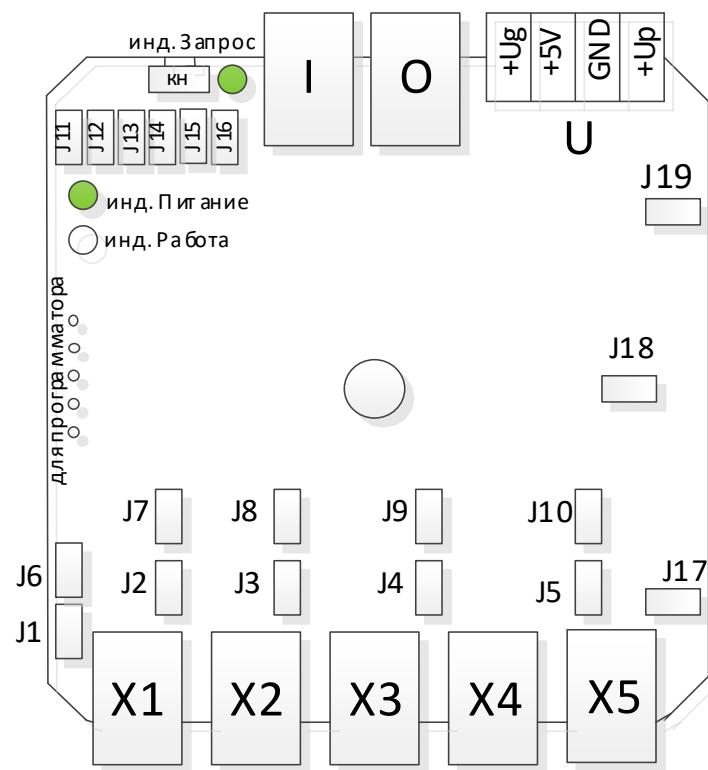
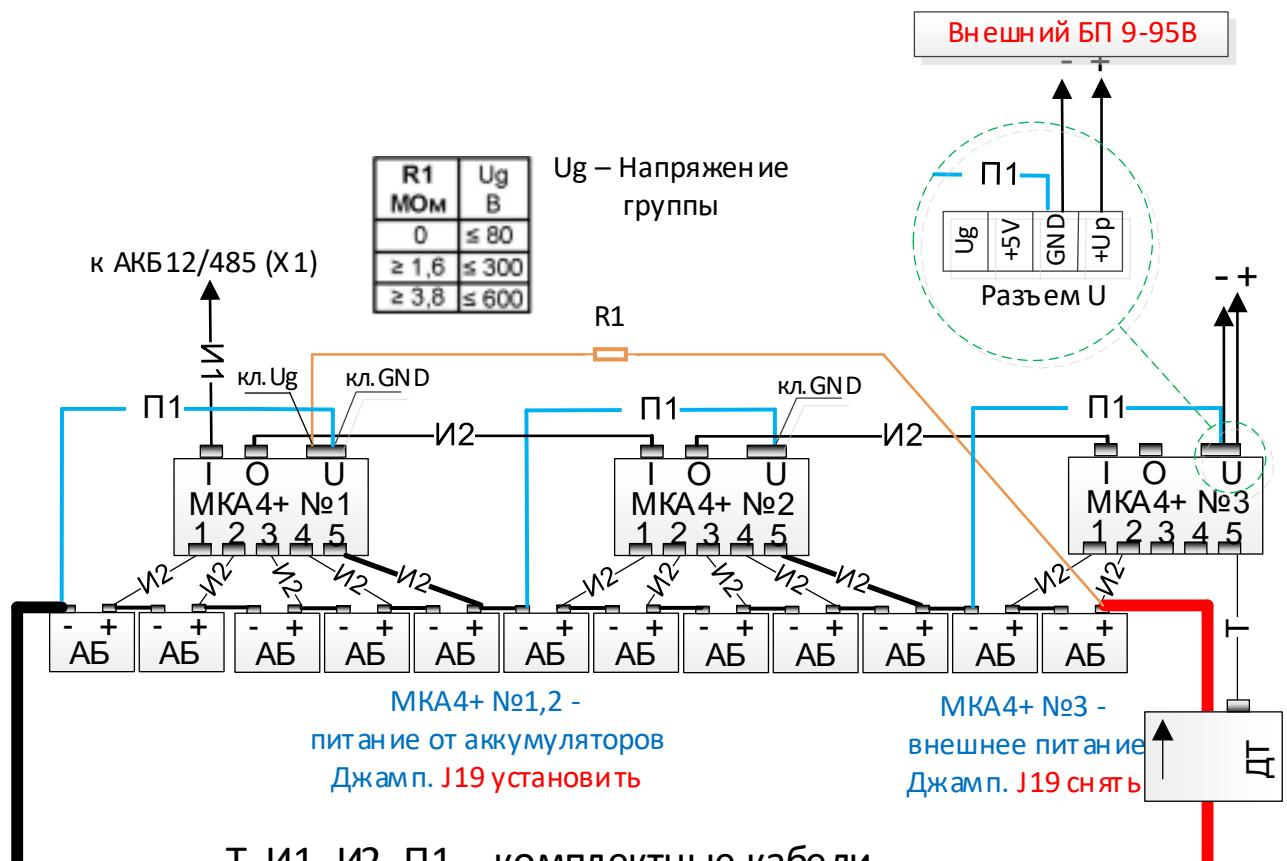

Рис.5 Размещение функциональных элементов на плате МКА4+
Рис. 6. Обобщенная схема внешних соединений МКА4+
На рис.6 приведена обобщенная для всех типов АБ (по напряжению) схема подключения. Жирными линиями выделены кабели И2 и П1, по которым подается питание на МКА4+, подключаемые обязательно и в первую очередь.
Датчики тока, как наиболее энергопотребляющие и сильнее влияющие на разбалансировку АБ, подключаются к специально выделенному МКА4+, который должен получать питание от ЭПУ или от внешнего источника питания. (Пока в ПО и web-интерфейсе реализовано подключение только одного ДТ на вход X5. См. рис.6 МКА4+ №3) Датчики тока не имеют гальванической связи с силовой цепью, в которой замеряется ток. Поэтому они могут включаться как в «плюсовую», так и в «минусовую» шину. На корпусе датчика нанесена стрелка, указывающая направление тока вшине, протекающей от точки с высшим потенциалом в сторону низшего, которое принято, как положительное и соответствует заряду АБ в системе мониторинга. При протекании тока в противоположную сторону фиксируется режим разряда.
В реальных ЭПУ нередко применяются предохранители, разъединители и/или автоматические выключатели защиты линий, отходящих от групп АБ, от перегрузки, короткого замыкания, глубокого разряда АБ или для временного выводения АБ из работы. Для контроля положения таких выключателей, а также контроля целостности и качества контактов в соединительных силовых цепях АБ рекомендуется «мониторить» напряжения групп, как замеренные напрямую, так и вычисляемые (сумма напряжений всех АБ в группе, осуществляется АКБ12/485). В качестве замеренных используются данные от модуля ЭПУ485. Следует учитывать, что режим разряда сопровождается протеканием значительных токов, и в случае плохого контакта в соединительной перемычке между АБ, возможен повышенный разогрев перемычки. Благодаря тепловому контакту термодатчиков КПРJ с борнами (клещами) АБ и перемычками имеется возможность обнаружить такой повышенный нагрев (в случае достаточно длительного режима «разряд»). Желательно отличать такой нагрев от разогрева самой АБ. Это должно учитываться при осмотре «проблемных» АБ. В изделиях версии 4 и выше с прошивкой xxx и выше взамен данных от ЭПУ485 можно использовать данные от дополнительного измерительного входа Ug (напряжение группы) клеммника U (см. рис. 5). На этот вход должно подаваться напряжение с такой точки, которая наиболее полно отвечает задаче контроля целостности проводов. Пример подключения приведен на рис. 6. Вследствие большого коэффициента деления измеряемого напряжения возможно расхождение измеренных и вычисленных показаний по группе. С целью устранения этого рекомендуется ручная корректировка передаточного коэффициента измеряемого напряжения. Желательно производить это при полностью заряженных батареях, длительно находящихся в буферном режиме, и имеющих стабильное установившееся значение напряжения всех входящих в данную группу АБ. Такая функция особенно информативна в начале режима разряда батарей вследствие наибольших токов, протекающих через АБ.
3. Выполнить монтаж кабелей согласно схемам на рис. 6...10 или разработанной самостоятельно на их базе. **Разъемы к МКА4+ и клеммы к батареям не подключать!**